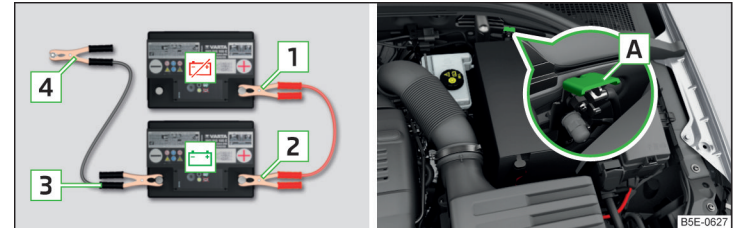

Abb. 334 Starthilfe: 🚗 - entladene Batterie, 🚗 - stromgebende Batterie / Massepunkt des Motors beim START-STOPP-System
- Bei Fahrzeugen **mit** dem START-STOPP-System die Klemme **4** am Massepunkt des Motors **A** befestigen » Abb. 334.